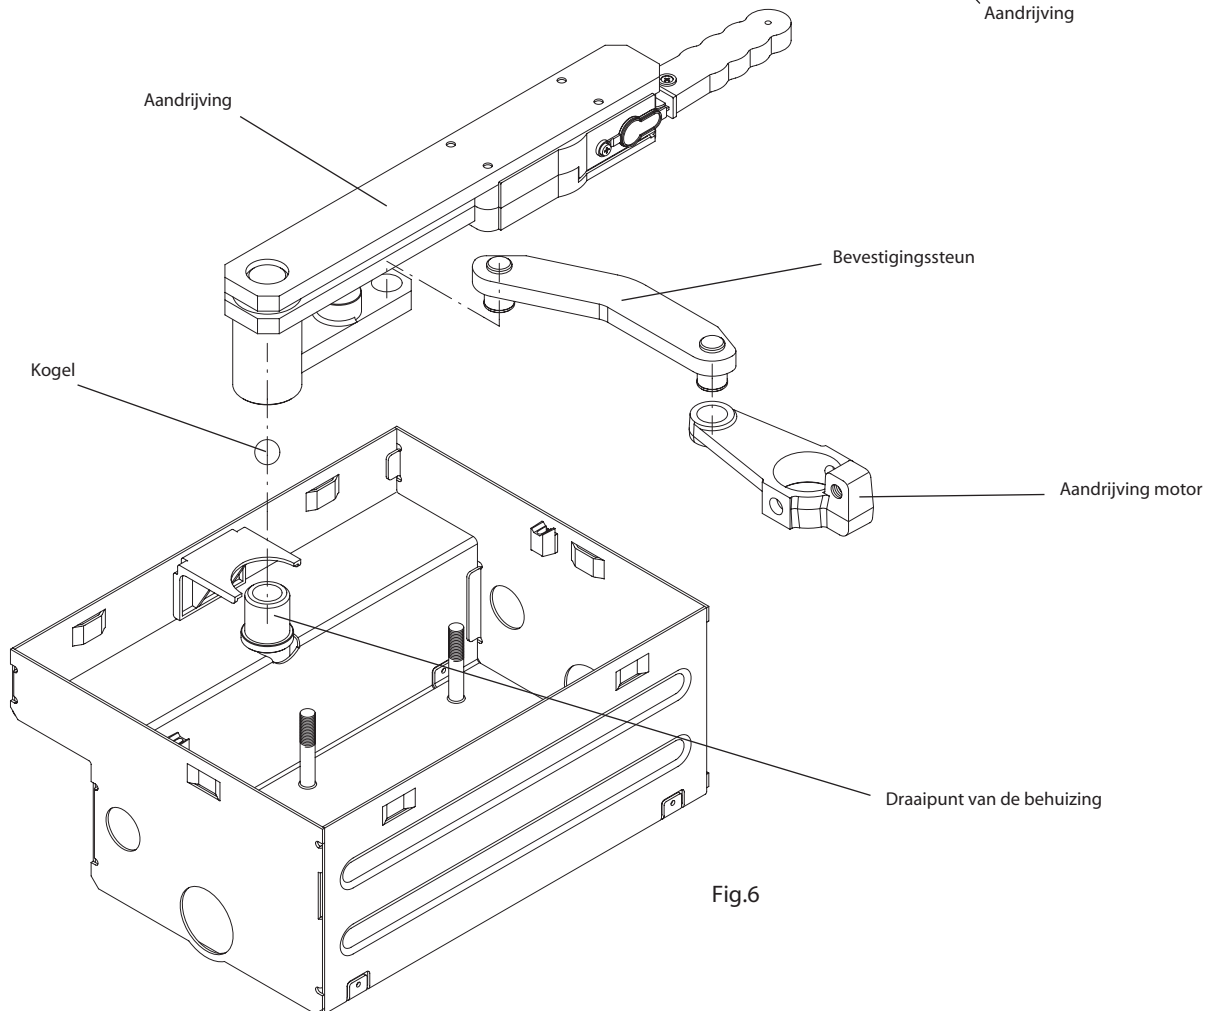

Fig.6
Graaf een gat volgens de instructies, breng een waterafvoerbuï aan in het drainagegat en een kabeldoorvoerbuï in de kabeldoorvoer van de motorbak (Fig.6). Stort de motorbak horizontaal in beton, controleer dit met een waterpas.
8. Verbindt de motorarm en de aandrijfarm door middel van het verbindingsstuk (Fig.6).